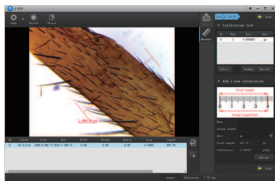

Figura 11
4. Haga clic en la función "Editar" para calibrar varios datos de medición de la muestra, y "Copia de seguridad" puede hacer una copia de seguridad y guardar los datos de calibración como un archivo (Figura 11).